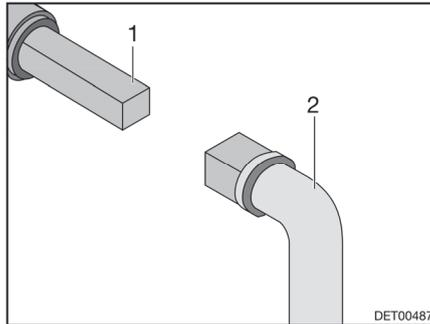

Fig. 133 Utilisation du robinet d'évacuation des eaux usées
- Insérer la clé (Fig. 133,2) sur la vis à quatre pans (Fig. 133,1).